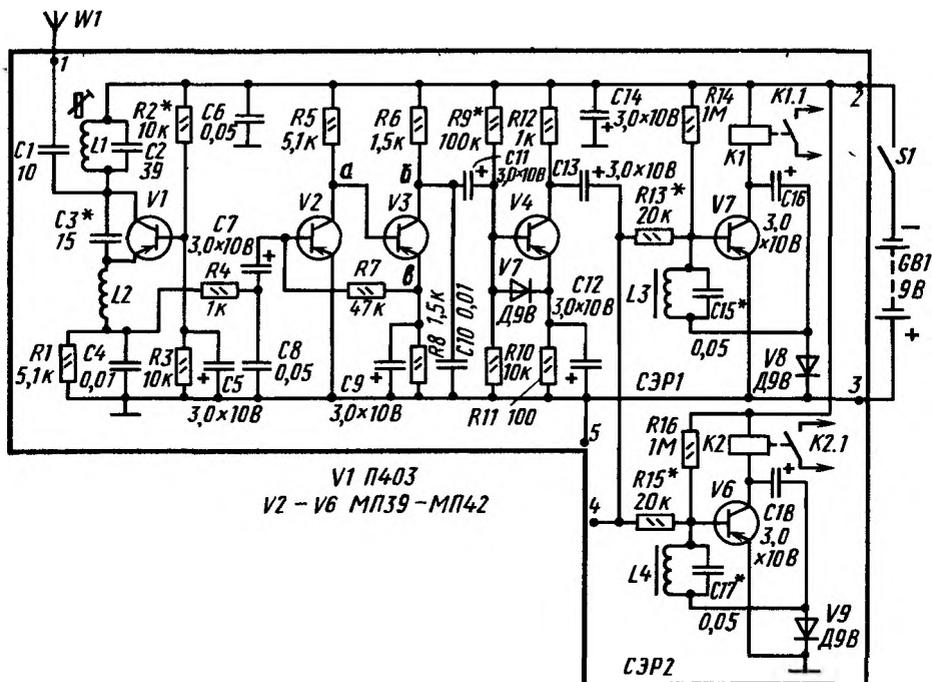

Рис. 361. Принципиальная схема двухкомандного приемника радиоуправляемой модели
**Приемник.** Принципиальная схема приемной аппаратуры, рассчитанной на совместную работу с описанным здесь передатчиком, показана на рис. 361. Приемник, как и передатчик, двухкомандный. Число исполнительных команд можно увеличить добавлением селективных электронных реле.
Приступая к налаживанию сверхрегенератора, проверь напряжения в точках а, б и в (см. рис. 361). В точке а относительно плюсового проводника напряжение питания должно быть примерно 2, в точке б — 6, в точке в — около 2 В. Наиболее удобный режим работы сверхрегенератора устанавливай подбором резистора R2 делителя напряжения R2, R3. Вместо него можно впаять переменный резистор сопротивлением 47–51 кОм и с его помощью добиваться характерного для сверхрегенератора «суперного» шума в высокоомных телефонах, подключенных к контактам 4 и 5. Затем отойди от передатчика на расстояние 3–5 м. Попроси товарища подавать непрерывно передатчиком командный сигнал, а ты, изменяя сердечником индуктивность катушки L1 входного контура, настраивай приемник на несущую частоту передатчика. Если только сердечником не удастся точно настроить кон-